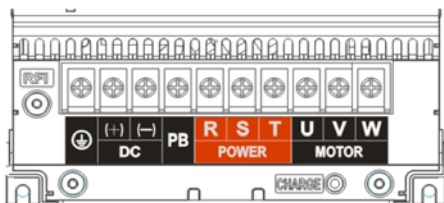

Рис. 3-12. Схема силовых клемм ПЧ мощностью 7,5~22 кВт
Слаботочные аналоговые сигналы особо подвержены внешним помехам, поэтому необходимо использовать экранированный кабель длиной менее 20 м, как показано на рисунке ниже. Если аналоговый входной сигнал поступает на внешний источник питания, подключение к клемме AI1 выполняется, как показано на Рис. 3-12.
- (a) Если источником входного аналогового сигнала напряжения является потенциометр, подключение к клемме AI1 выполняется, как показано на Рис. 3-12